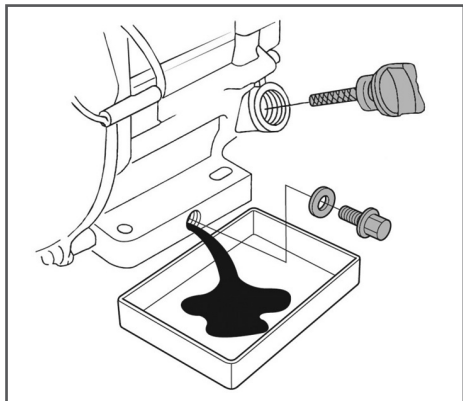

Рис. 23 Замена масла в двигателе
4. Очистите от загрязнений зону вокруг маслозаливной горловины. Извлеките крышку-щуп из маслозаливной горловины (Рис. 23) и протрите щуп чистой ветошью.
5. Открутите пробку для слива масла и слейте отработанное масло в подготовленную для этого емкость (Рис. 23).